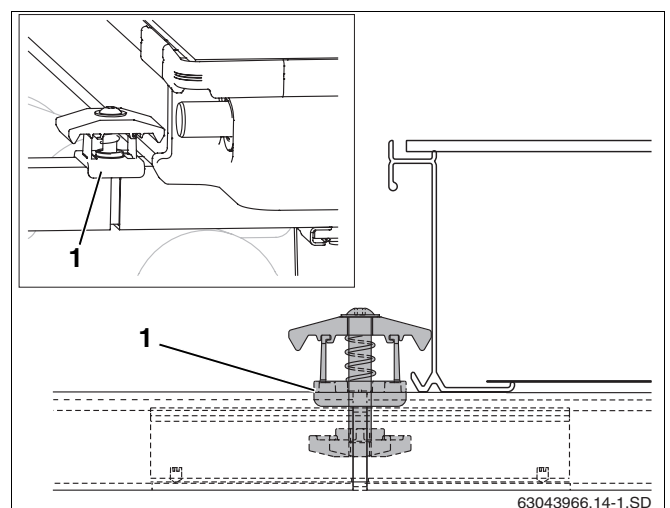

Fig. 44 Instalar o tensor de colector bilateral.
- ▶ Colocar o tensor de colector bilateral com a porca à frente na abertura do perfil e do ligador de encaixe (fig. 44, **item 1**), de tal forma a que agarre envolvendo o perfil.